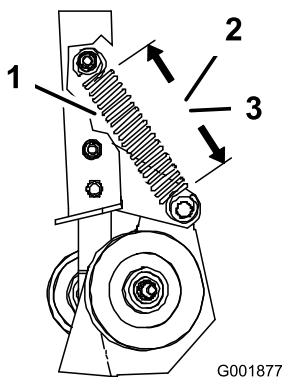
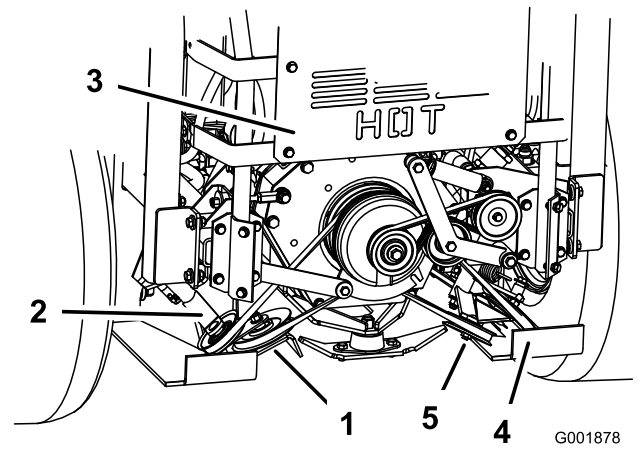

Figura 68
Figura 69
3. Mida la longitud del muelle. Compruebe que las espirales del muelle de la polea tensora tensada con muelle tiene las medidas indicadas a continuación (Figura 68 y Figura 69).
- Medida del muelle izquierdo: $14,6 \pm 0,3$ cm ($5-3/4 \pm 1/8$ pulg.) (Figura 68).
- Medida del muelle derecho: $14,0 \pm 0,3$ cm ($5-1/2 \pm 1/8$ pulg.) (Figura 68).
4. Si el muelle no tiene las medidas correctas, afloje la tuerca que sujeta la polea tensora ajustable para que pueda desplazarse hacia arriba y hacia abajo dentro de la ranura (Figura 69).
5. Alivie la presión en la polea tensora tensada con muelle (Figura 69).
6. Posicione la polea inferior ajustable en la ranura y apriete la tuerca (Figura 69).
7. Compruebe que la espiral del muelle de la polea tensora tensada con muelle tiene las medidas correctas (Figura 68).